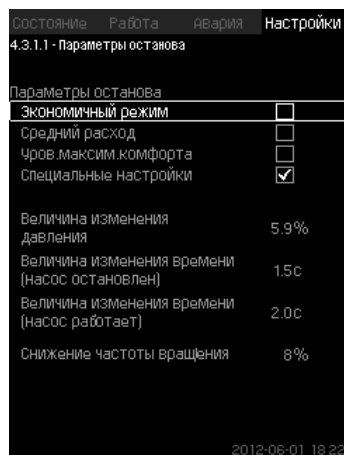

Рис. 71 Специальные настройки
3. Выберите один из параметров останова. При выборе «Специальные настройки», необходимо задать параметры, показанные на рис. 71. См. примеры ниже.